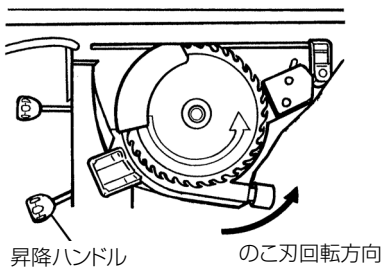

図 23
- (3) のこ刃の矢印を図 23 ののこ刃回転方向に合わせ、のこ刃・ワッシャ (B) ・スーパーロックワッシャ・ボルトの順に取付けます。